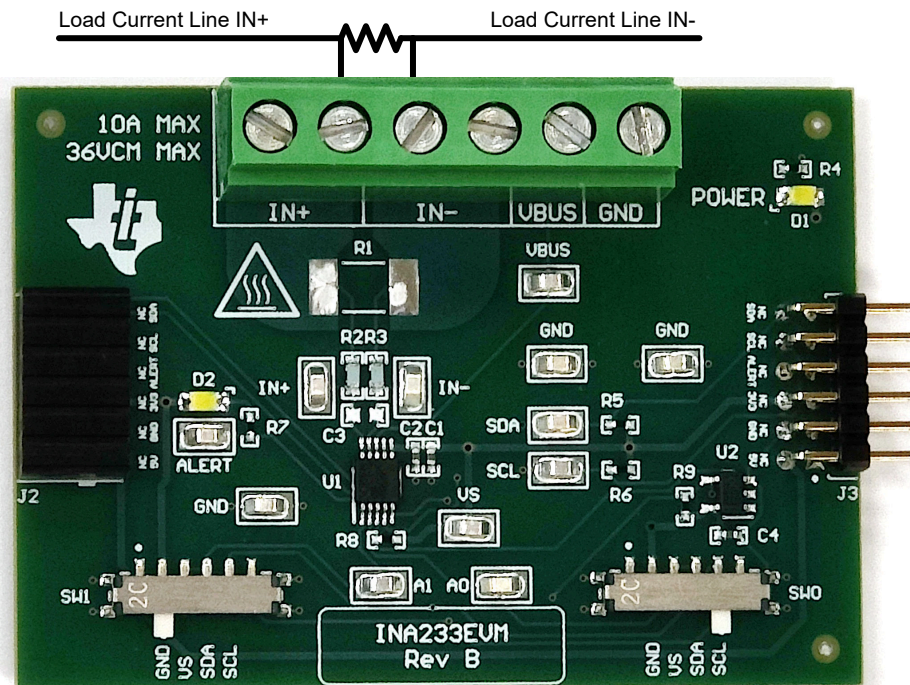
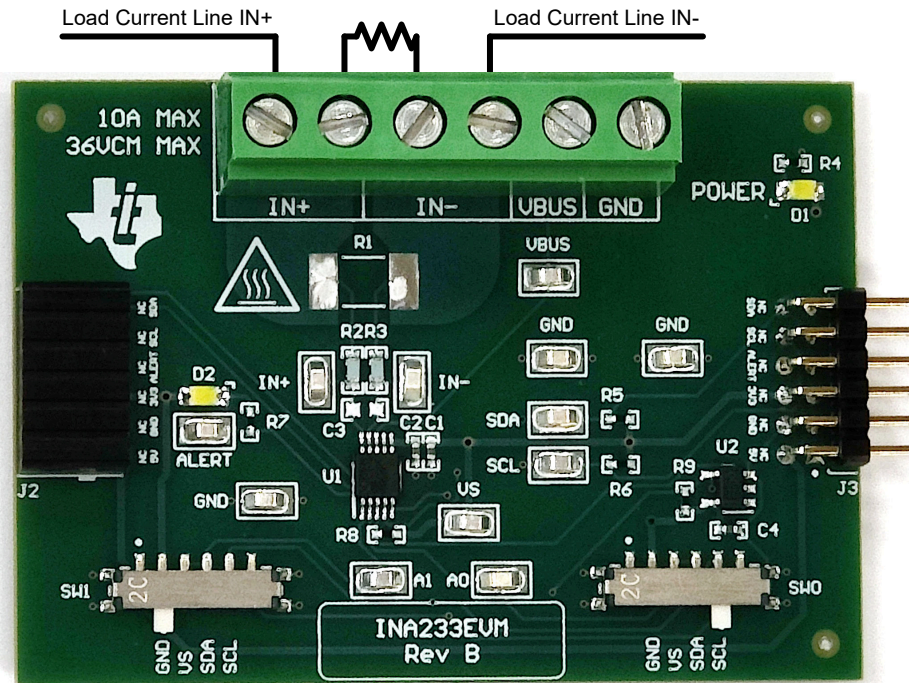

図 2-1. IN+ と IN- の配線 (10A を超える場合)
図 2-2. IN+ と IN- の配線 (10A 以下の場合)
- b. 図 2-1 および 図 2-2 に示すように、J1 の IN+ 端子と IN- 端子の間、できればピン 4 とピン 5 の間に外部シャントを接続します。
- a. 10A を超える測定を行う場合は、図 2-1 に示すように、大電流経路が評価基板 (端子ブロック J1 を含む) を通過しないようにしてください。
- b. オンボードまたは外部シャントのいずれかを使用して 10A 以下を使用する場合、電流経路は評価基板を通過させることができます。図 2-2 に、この用途において、複数の IN+ および IN- 端子を外部シャントで使用する便利な方法を示します。